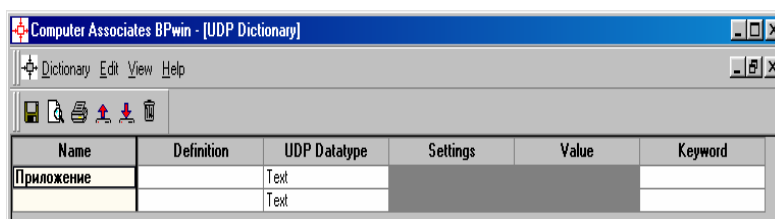

Рис. 145. Словарь **UDP**
2. Создайте **UDP**. Для этого перейдите в меню **Dictionary/UDP** и в словаре внесите имя **UDP**, например "**Приложение**" (рис. 145).